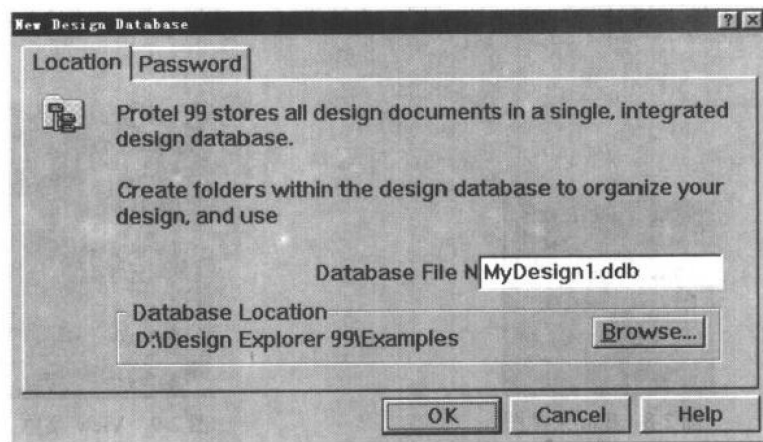

图 2-6 建立新设计库
(2) **New Design** 新建立一个设计库，所有的设计文件将在这个设计库中统一进行管理。如图 2-6 所示，用户可以输入新设计库的名称。